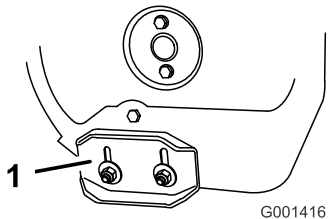

Bild 43
3. Lösen Sie die Muttern, mit denen beide Kufen an den Seitenplatten des Räumwerks befestigt sind, bis sich die Kufen leicht nach oben und unten verschieben lassen (Bild 43).